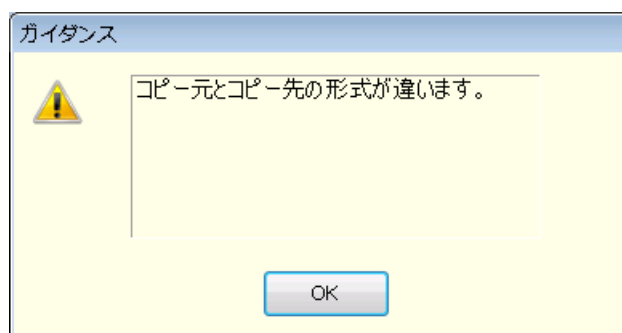

図6-9 データコピーのエラーダイアログ
- 貼り付け先として選択する範囲は、クリップボードにコピーしたときのデータ範囲と、行数と列項目を一致させてください。データ範囲が異なると、図6-9のエラーダイアログが表示されます。